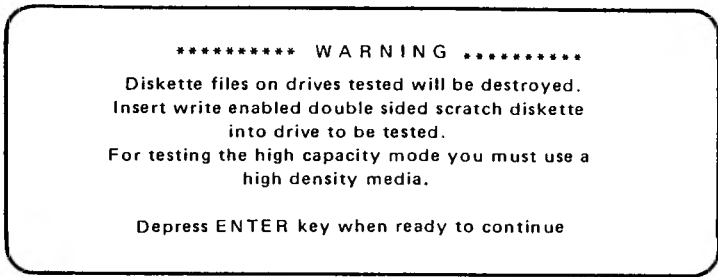

Abbildung 3-6 Beginn des Tests für hohe Kapazität
3. Die Einschaltdiagnose läuft normal zu Ende, es erscheint jedoch eine spezielle Bildschirmnachricht (siehe Abbildung 3-6).